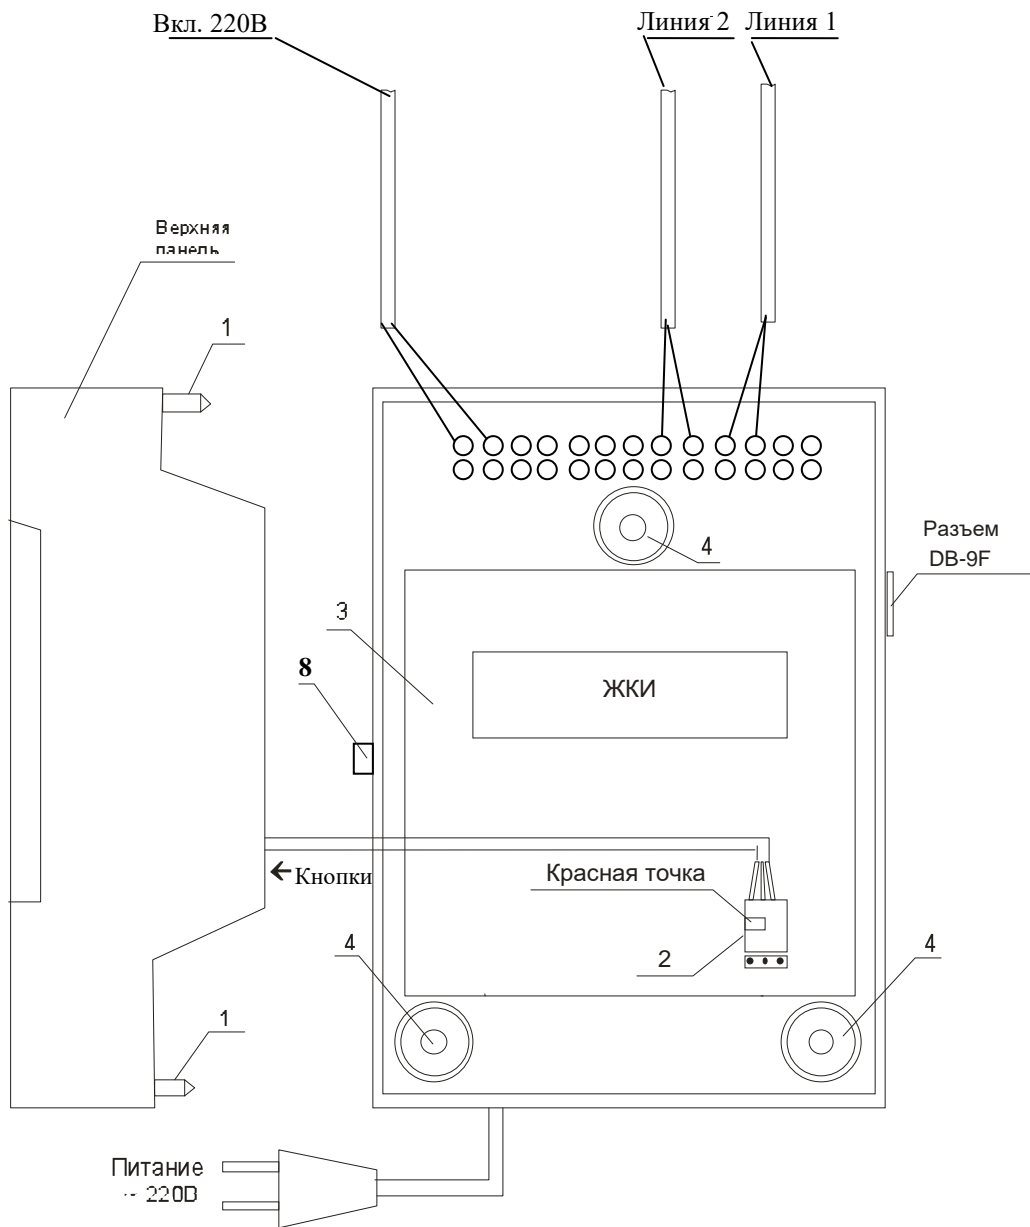
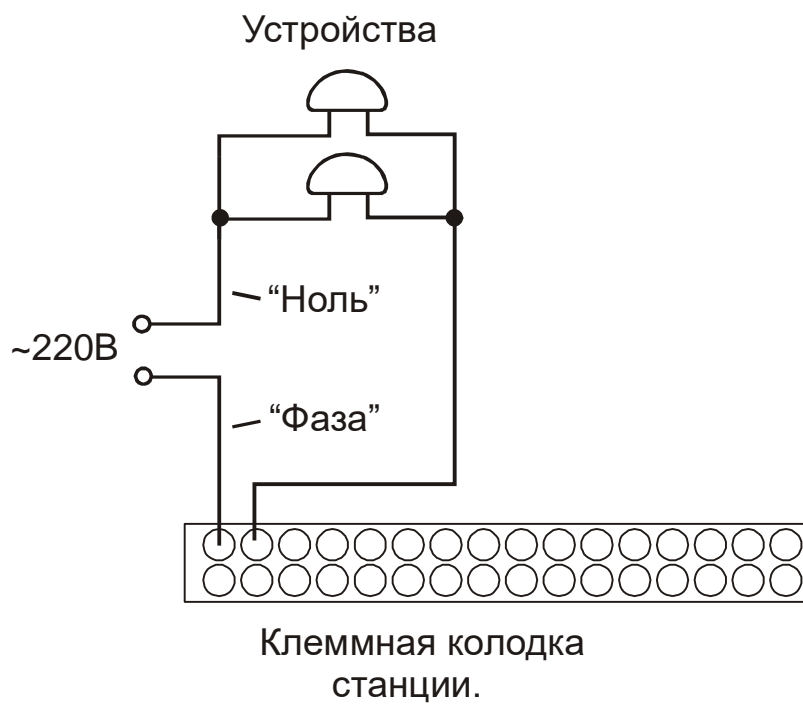

Рис. 1.
Рис. 2.
Все коммутируемые часовой станцией внешние устройства должны быть соединены по схеме рис. 2. При этом для питания внешних устройств необходимо использовать внешнее электропитание 220 В, независимое от электропитания часовой станции.
4.1. Выверните четыре винта 1, расположенных на верхней панели ЧС (см. Рис.1). Осторожно снимите верхнюю панель и отсоедините разъем 2, соединяющий кнопки с печатной платой 3.
4.4. Подсоедините линии вторичных часов в соответствии со схемой рис.1, линию включения внешних устройств – в соответствии со схемой рис.2.